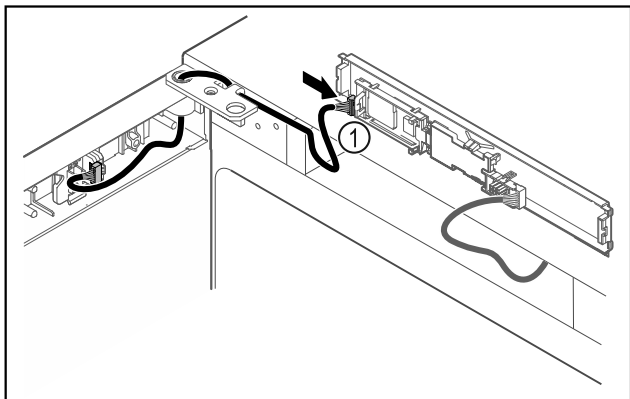

Fig. 41
- Συνδέστε το φινιρίσματα Fig. 41 (1) στην πλακέτα.